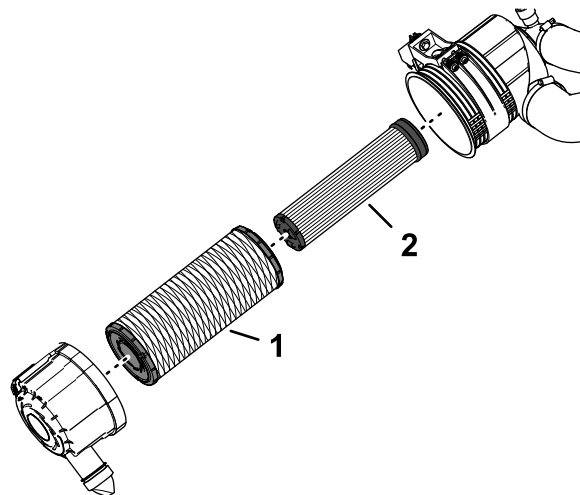

図 121
1. 安全フィルタのエレメントを点検する 図 121。汚れている場合は交換する。
**重要** 安全フィルタ 図 121 は絶対に洗わないでください。安全フィルタは、主フィルタの3回目の整備時に新しいものと交換してください。